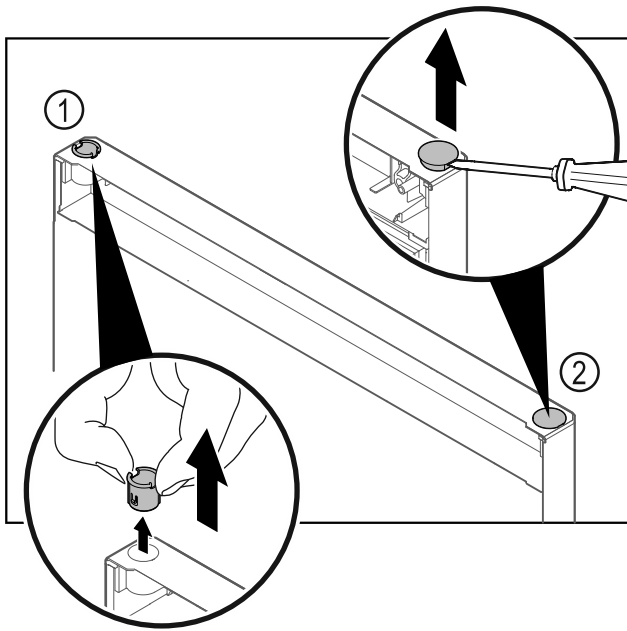

Fig. 26
- ▶ Scharnierbuchse Fig. 26 (1) mit den Fingern herausziehen.
- ▶ Abdeckstopfen Fig. 26 (2) vorsichtig mit einem Schlitzschraubendreher anheben und herausziehen.